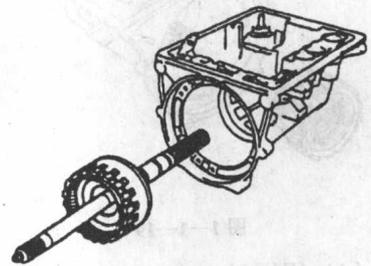

图 1-1-16
- (2) 把后行星齿轮组安装到 A/T 箱体中 (图 1-1-16)。